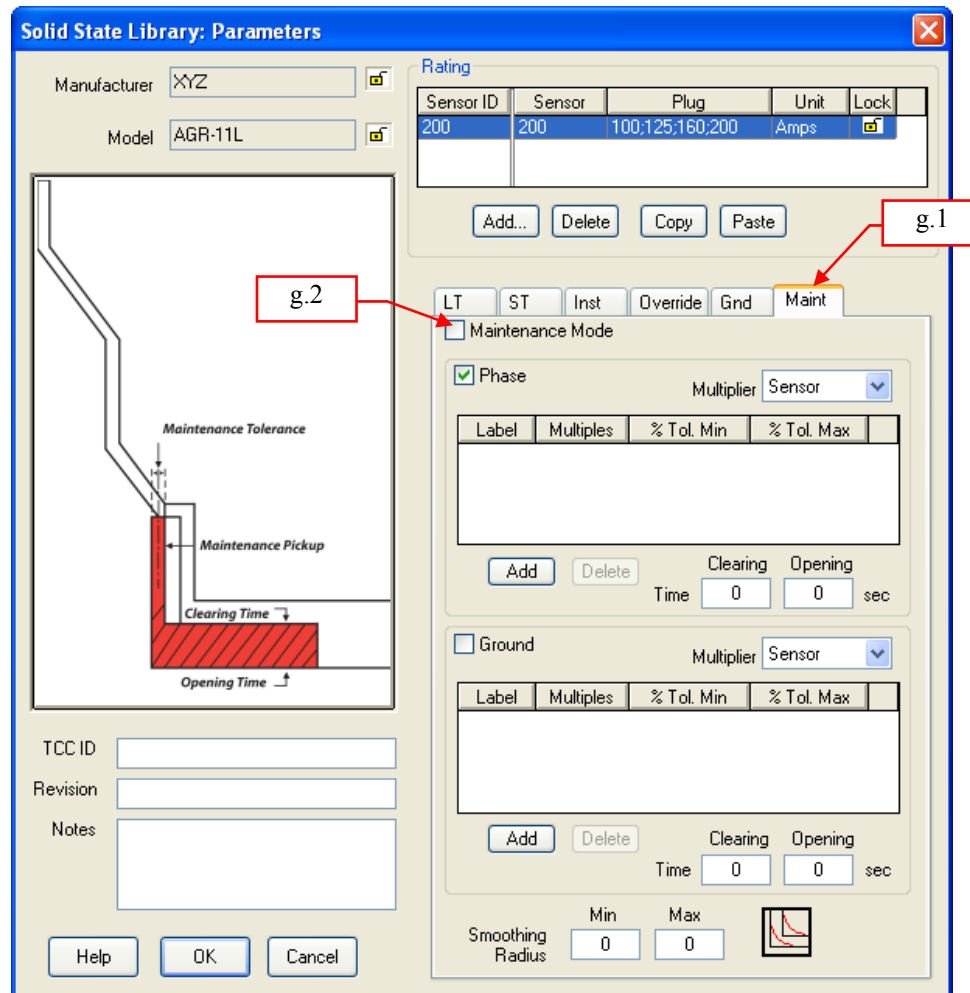

Fig. 11
- g. “Maint” tab (see Fig. 11)